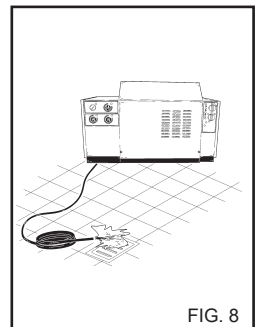

FIG. 8
**Um eventuelle Unreinheiten oder Wasserblasen im hydraulischen Zyklus zu eliminieren, sollte man zuerst den Hochdruckreiniger ohne Lanze anlaufen lassen und das Wasser ein paar Sekunden lang auslaufen lassen. Eventuelle Schmutzpartikel könnten die Düse verstopfen und daher ihr Funktionieren beeinträchtigen (Fig. 8).**